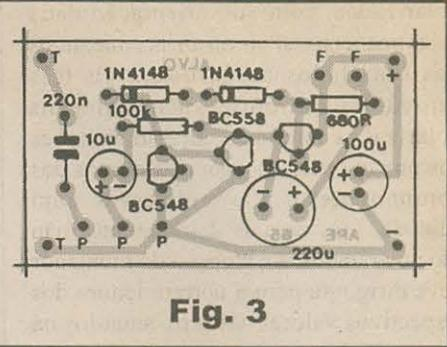

Fig. 3
- FIG. 3 - CHAPEADO DA MONTAGEM - Agora, o outro lado da placa (não cobreado...), também em tamanho natural - para facilitar o acompanhamento e a conferência - contendo a estilização de todos os principais componentes (menos transformador, alto-falante e implementos externos à placa...) identificados pelos seus valores, códigos, polaridades e outros detalhes importantes... Quem acompanha APE faz tempo, não terá nenhuma dificuldade em seguir o chapeado... Já os principiantes podem se valer das orientações complementares contidas no TABELÃO APE (encarte permanente da Revista, assim como o já citado INSTRUÇÕES GERAIS PARA AS MONTAGENS...). Os segredos de uma montagem correta são poucos e simples: atenção aos componentes polarizados, cujas posições não podem - nunca - ser invertidas...! É o caso dos três transistores, cuja disposição de terminais é referenciada pela posição dos seus lados chatos (cuidado, ainda, com seus códigos de identificação, para não trocá-los de lugar...)... Também os diodos são